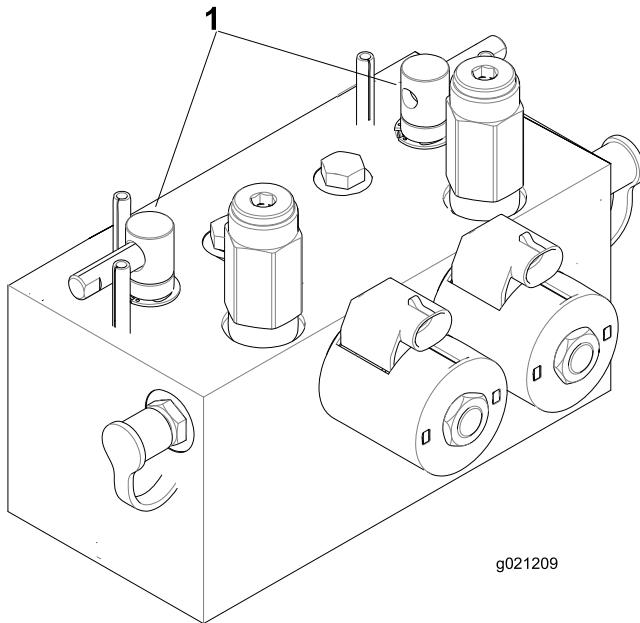

Figura 77
2. Desbloquee y levante el asiento para poder acceder a las palancas de autoafilado (Figura 77).
5. Seleccione la palanca de autoafilado correspondiente a los molinetes que desea autoafilurar: delanteros, traseros o ambos (Figura 77).